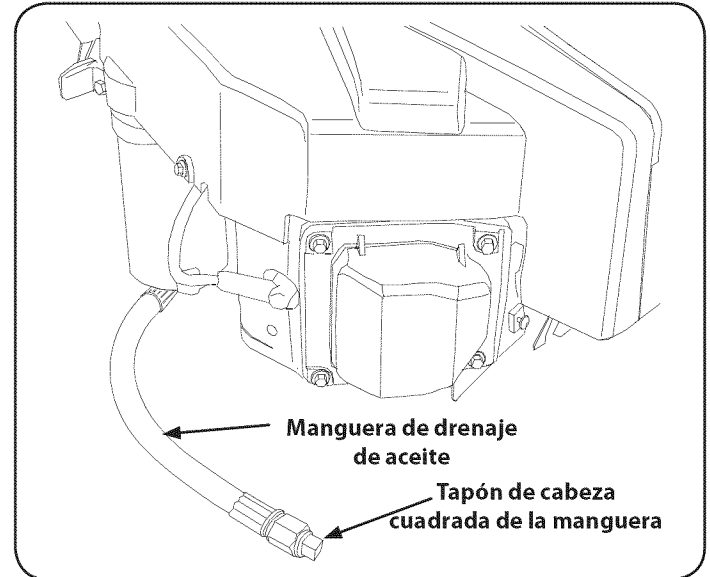

Figura 23
2. Ubique la manguera de drenaje de aceite del motor. Vea la Figura 23.